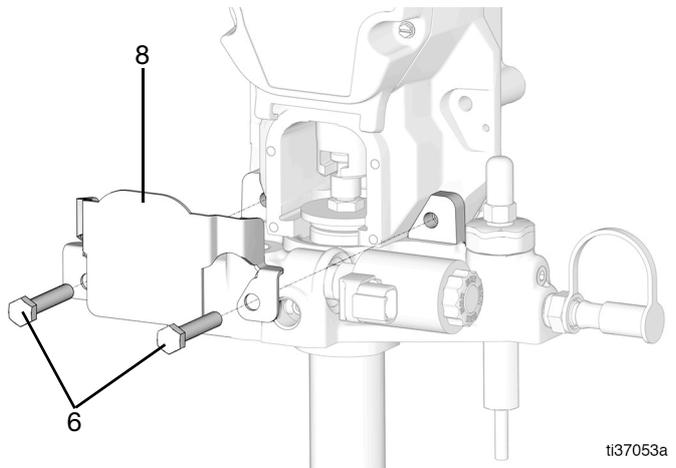

FIG. 71
31. Mettre le couvercle de protection (8) en place et le fixer avec des boulons (6) et des écrous (7) (non montrés) (FIG. 71).